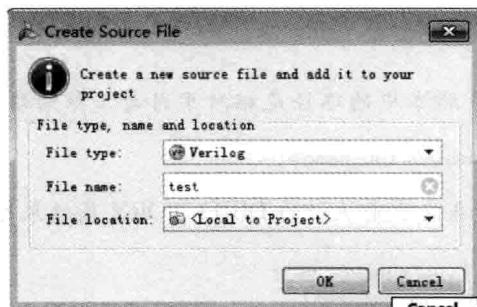

图 2.34 添加 Verilog 类型的仿真文件
② 对于 Verilog 设计流程, 如图 2.34 所示, 按下面参数设置: